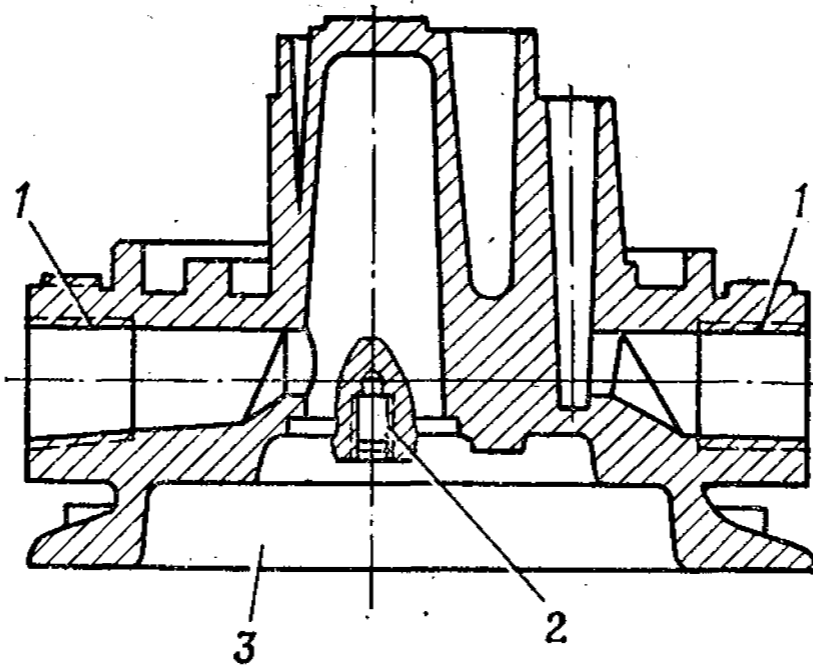

Рис. 70. Головка топливного насоса
2. Головка топливного насоса (рис. 70)